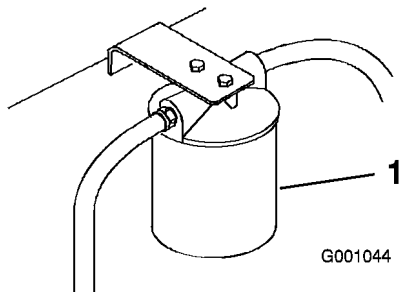

Figura 67
3. Collocate una bacinella di spurgo sotto il filtro, togliete il filtro usato e pulite la guarnizione di riduzione del filtro (Figura 67).